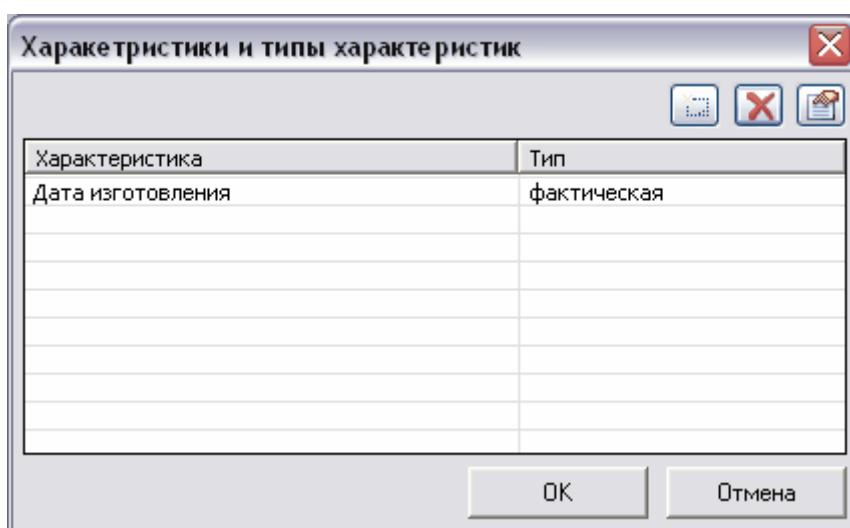

Рис. 85
Для добавления столбца с характеристикой нажмите на кнопку **Добавить столбец с характеристикой..**. После этого появится окно **Характеристики и типы характеристик** (Рис. 85).
1. Нажмите на кнопку  (Рис. 85).
Для удаления характеристики из списка в окне **Характеристики и типы характеристик** нажмите на кнопку  (Рис. 85).